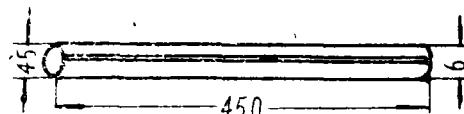

图 1
1. 原材料的准备：原材料系白铁皮，厚0.75公厘，其形状及尺寸如图1所示。